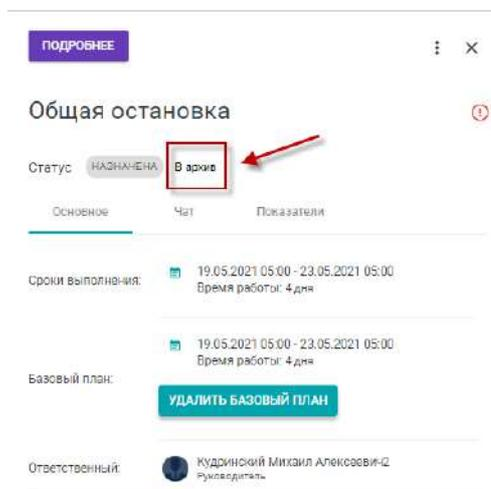

Рисунок 26 — Установка признака «Архив»
- Выберите статус «Архив»: статус ПР переведен в архивный. Признак архивной установки отображается около наименования проекта в иерархии проекта (см.рис.26, 27);